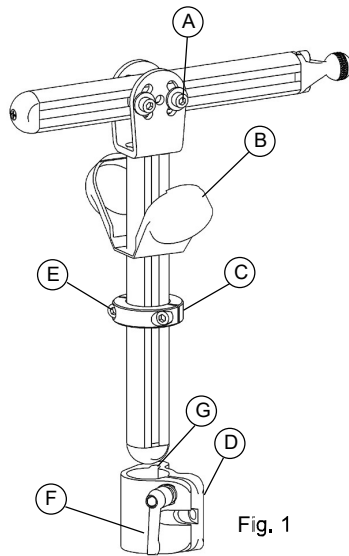

Fig. 1
1. Ajuste vertical: afloje la palometa (fig. 1, F), ajuste a la altura adecuada y, a continuación, baje el anillo de tope (fig. 1, C) asegurándose de alinear el pasador guía con la ranura del soporte desmontable (fig. 1, G). La varilla vertical puede girarse para ajustar mejor el ángulo del conjunto almohadilla/pletina.
2. Ajuste horizontal/de ángulo: afloje los tornillos pivotantes (fig. 1, A) para ajustar la profundidad (fig. 4) y el ángulo (fig. 2). No es necesario apretar completamente todos los tornillos hasta alcanzar la posición final.
4. Coloque y cierre a presión la cubierta del pivote horizontal (fig. 1, B).